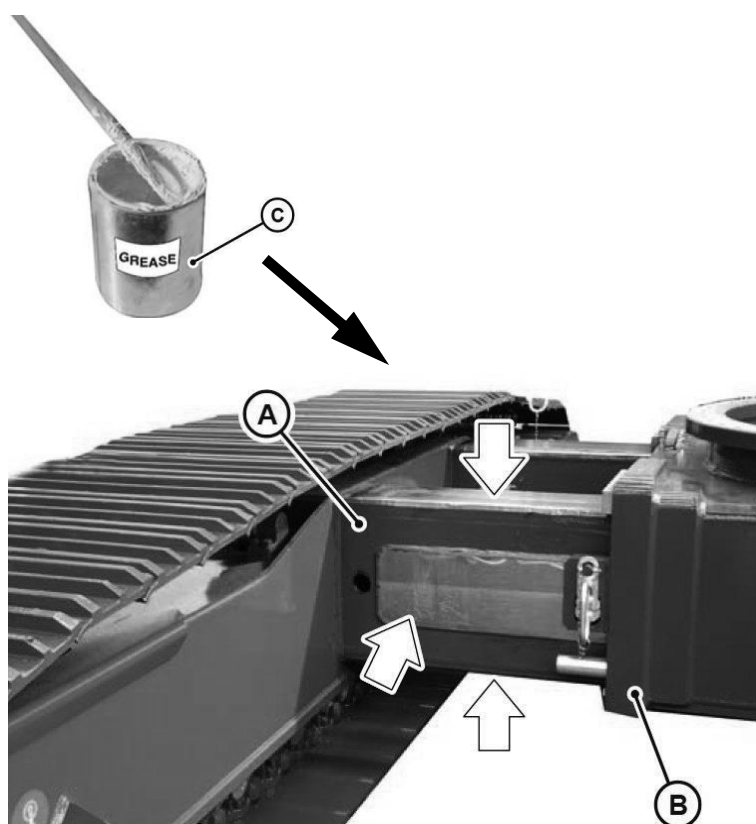

Fig. 233 Limpeza e lubrificação dos elementos removíveis (A) e da estrutura central (B)
- Limpe regularmente e lubrifique todos os elementos removíveis (A) na Fig. 233.
| 2 | Remova a contaminação acumulada e a graxa antiga de todas as faces do elemento transversal (A) na Fig. 233 e da estrutura central (B) na Fig. 233. Limpe as superfícies com solvente! |
| 3 | Lubrifique com graxa as superfícies: Aplique uma fina camada de graxa lubrificante (C) na Fig. 233 usando uma escova. |